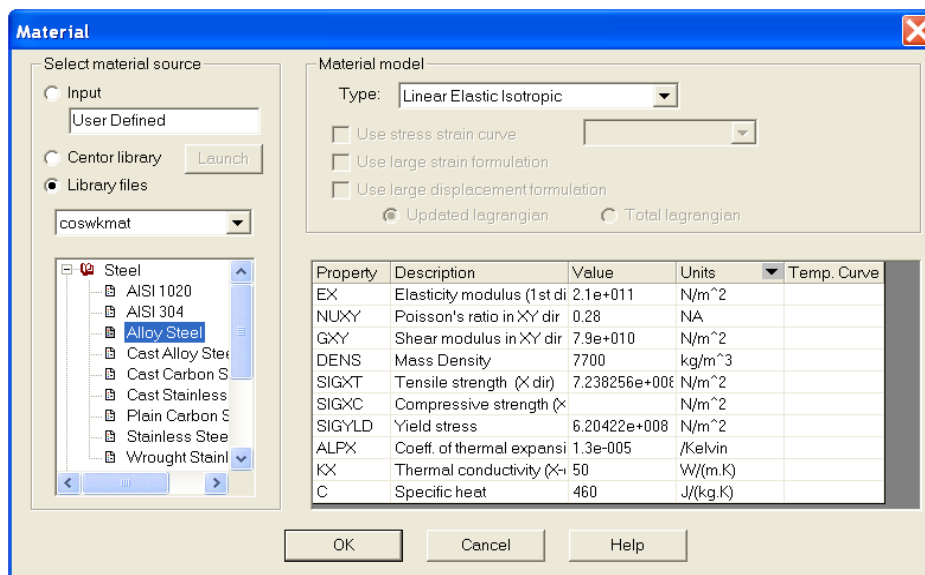

Рисунок 2.3 – Діалогове вікно призначення матеріалу моделі.
3.1. Натиснути правою кнопкою на значку **Part1** в папці **Components** в дереві побудови і вибрати в меню пункт **Edit/Define Material**. Відкриється діалогове вікно **Material** (рисунок 2.3):